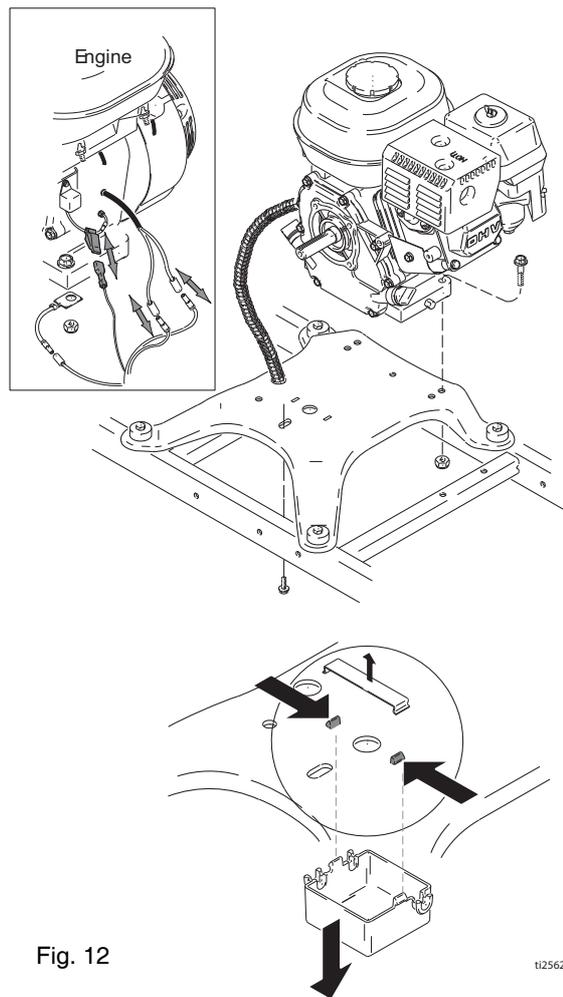

Fig. 12
- 2 Fig. 12. Enlevez le clip (251) et la boîte de raccordement (226).
- 8 Fig. 12. Remontez la boîte de raccordement (226) avec le clip (251).
- 4 Fig. 12. Retirez la vis (177). Enlevez les deux vis (117), les écrous (118) et le conducteur de terre (230, 260) de l'embase du moteur (185).
- 2 Fig. 12. Remettez en place les deux vis (117) et le conducteur de terre (223, 260) sur l'embase du moteur et fixez-les avec des écrous (118). Serrez à 27,1-40,6 N•m (20-30 pi-lb).